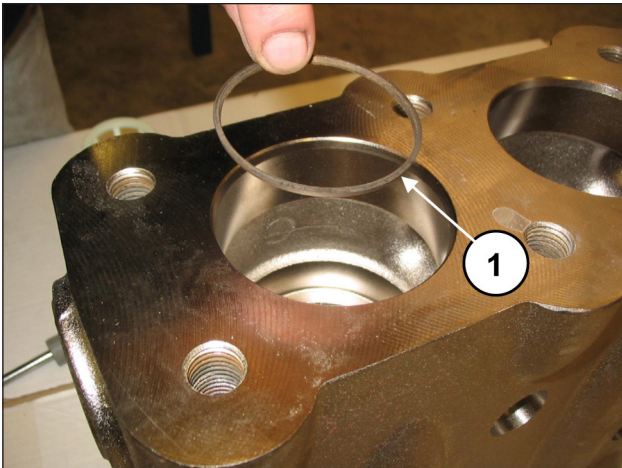

Abb. 111
Setzen Sie den Stützring ein, Pos. 5 Explosionszeichnung (Pos. ①, Abb. 111).